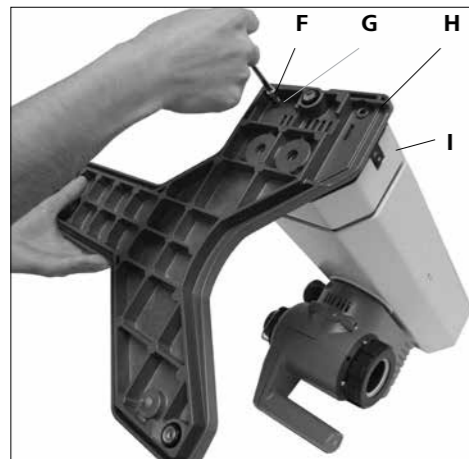

Fig. 7
#### 1.) 安装底座 (Fig. 7)
- 用圆柱螺钉 M6x25 (F) (4x) 和锯齿垫圈 M6 (G) (4x) 将底座 (H) 固定在升降系统 (I) 上。(Fig. 7)